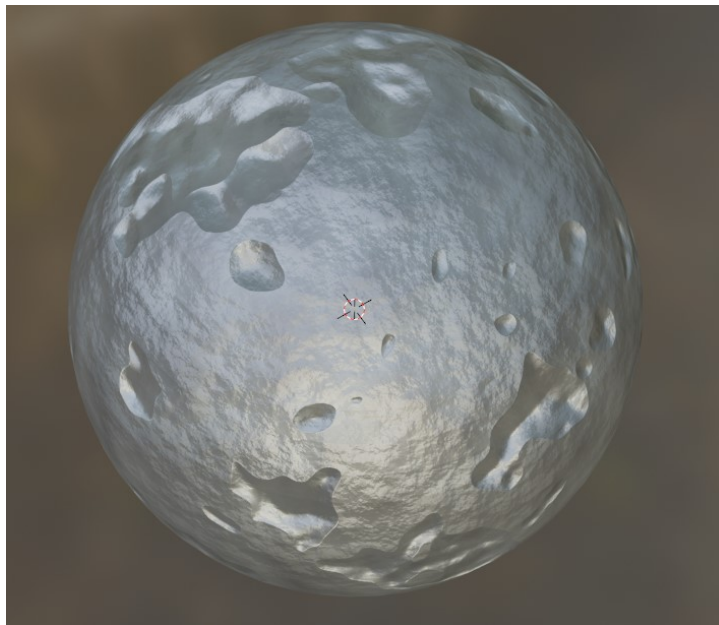

Rys. 15 Schemat „nodów” dla materiału „panel słoneczny”
- Panel słoneczny (rys. 12) i jej schemat (rys. 15):